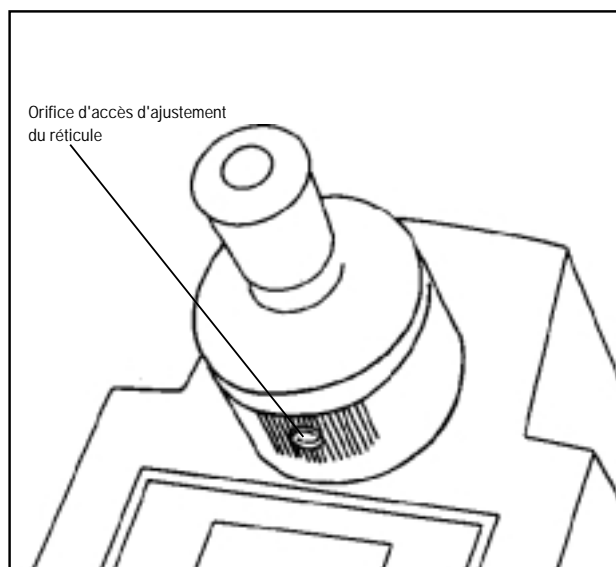

Figure 2
5. Introduire une clé hexagonale de 1/16 po dans l'orifice d'accès d'ajustement du réticule (Figure 2) situé dans la roulette de correction de dispersion. Tourner la clé pour amener le viseur à la position correcte sur la ligne d'ombre.